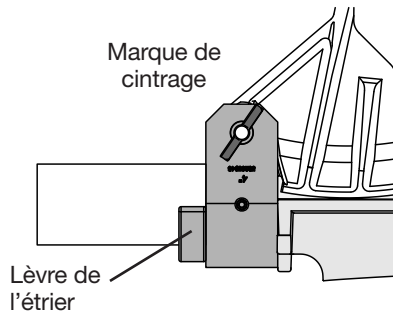

Figure 19
5. Insérer le conduit entre l'étrier et le sabot. Aligner la marque de cintrage appropriée avec la lèvre de l'étrier et s'assurer que la barre de serrage touche l'arrière de celui-ci. (Fig. 19)